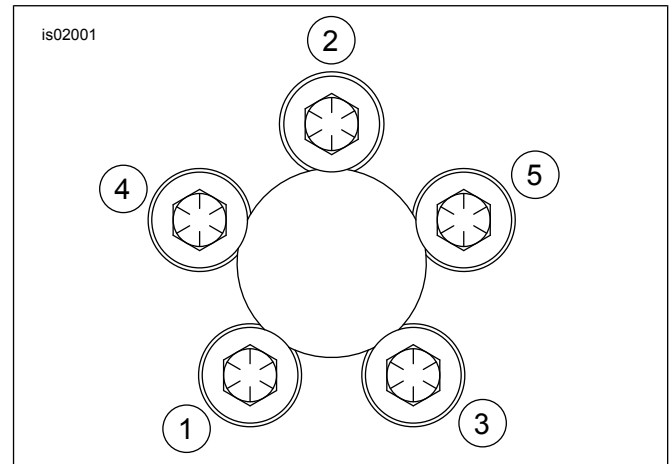

Figura 1. Secuencia de apretado, rueda dentada
- Vea la Figura 1. Apriete los tornillos en la secuencia mostrada a 31,2 N·m (23 ft·lbs).
7. Usando las marcas como guía y usando la secuencia que se muestra en la Figura 1, gire cada tornillo 60 grados adicionales hacia la derecha.